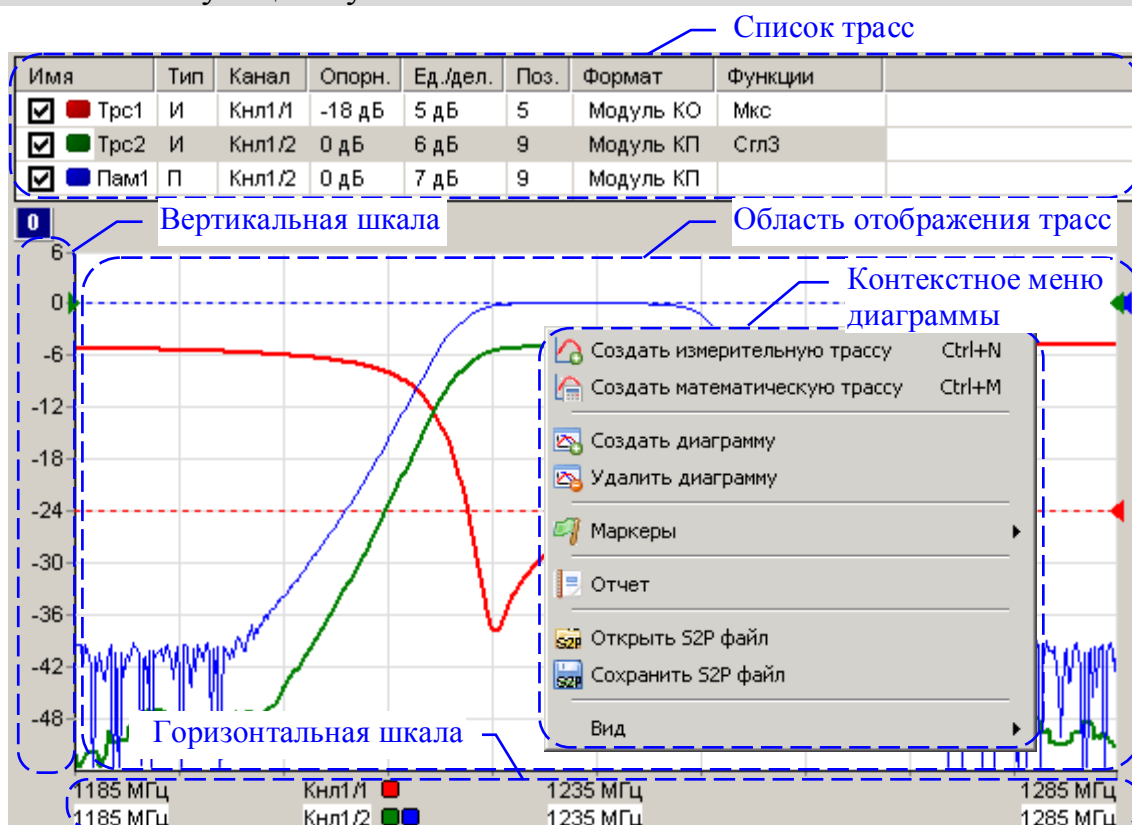

Рисунок 3.6 – Диаграмма
**Чтобы создать измерительную трассу**, следует в контекстном меню области отображения трасс (рисунок 3.6) выбрать соответствующий пункт или нажать комбинацию клавиш "Ctrl+N". Затем в контекстном меню созданной трассы (рисунок 3.7-а) или в панелях управления и инструментов (рисунки 3.9 и 3.12) задать необходимые параметры.
**Чтобы создать математическую трассу**, следует в контекстном меню области отображения трасс (рисунок 3.6) выбрать соответствующий пункт или нажать комбинацию клавиш "Ctrl+M". Затем в контекстном меню созданной трассы (рисунок 3.7-в) задать операнды и операцию над ними.
Список трасс автоматически расширяется при добавлении новой трассы. Можно немного сократить занимаемую списком площадь экрана, скрыв заголовки столбцов, очистив флажок "Вид \ Заголовки столбцов" в контекстном меню области отображения трасс (рисунок 3.6), или нажав клавишу "F12".
**Масштаб отображения трасс.** На область отображения трасс нанесена координатная сетка  $10 \times 10$  делений. Шаг сетки по вертикали задается в списке трасс в столбце "Ед./дел." (рисунок 3.6). В столбце "Опорн." задается значение опорного уровня, которое должно приходиться на линию сетки с номером заданным в столбце "Поз.". Линии сетки нумеруются снизу вверх, начиная с 0. Например, если задана позиция 10, то опорный уровень будет соответствовать верхнему краю области построения трасс. Следует заметить, что значения на вертикальной шкале соответствуют только выделенной трассе. Если никакая из трасс не выделена или отображение выделенной трассы отключено, то вертикальная шкала не отображается.
Способ отображения горизонтальной шкалы зависит от состояния флажка "Вид \ Список измерений" контекстного меню диаграммы (рисунок 3.6). При установленном флажке отображаются все используемые в диаграмме "Измерения" с цветовыми метками соответствующих трасс, указываются начало, середина и конец диапазона изменения величины, откладываемой по оси абсцисс, и другие атрибуты "Измерения". При сброшенном флажке шкала приобретает обычный вид – с численными значениями под линиями координатной сетки. При этом значения соответствуют только выделенной трассе. Состояние флажка изменяется щелчком "мыши" или клавишей "F9".